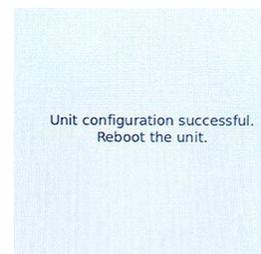

Figure 21
- l) Le contrôleur affiche «La Configuration Unité réussie. Redémarrez l'appareil » (Voir Figure 21). Redémarrez l'armoire en éteignant l'interrupteur d'alimentation pendant cinq (5) secondes et en le rallumant.